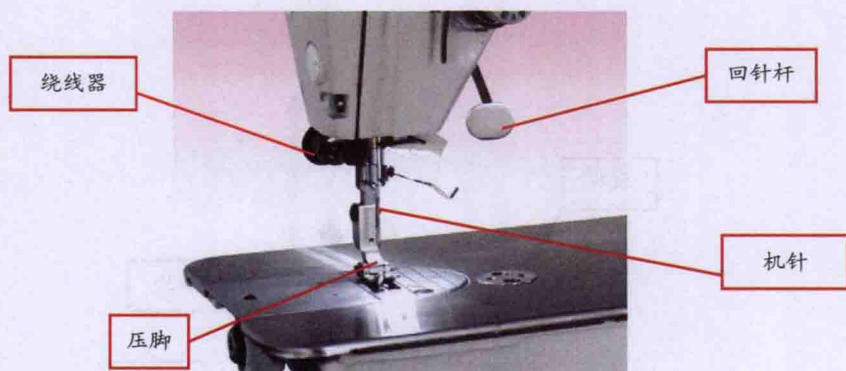

图4 机头的组成
(1) 机头是缝纫机的主要部分。它由机箱(内有刺料、钩线、挑线、送料四个机构)、挑线杆、针杆、线杆、针距调节器、倒缝扳手、绕线器、压脚、回针杆等部件组成。在缝纫过程中, 这些部件各司其职, 使缝制工作顺利进行。机头的组成如图4所示。